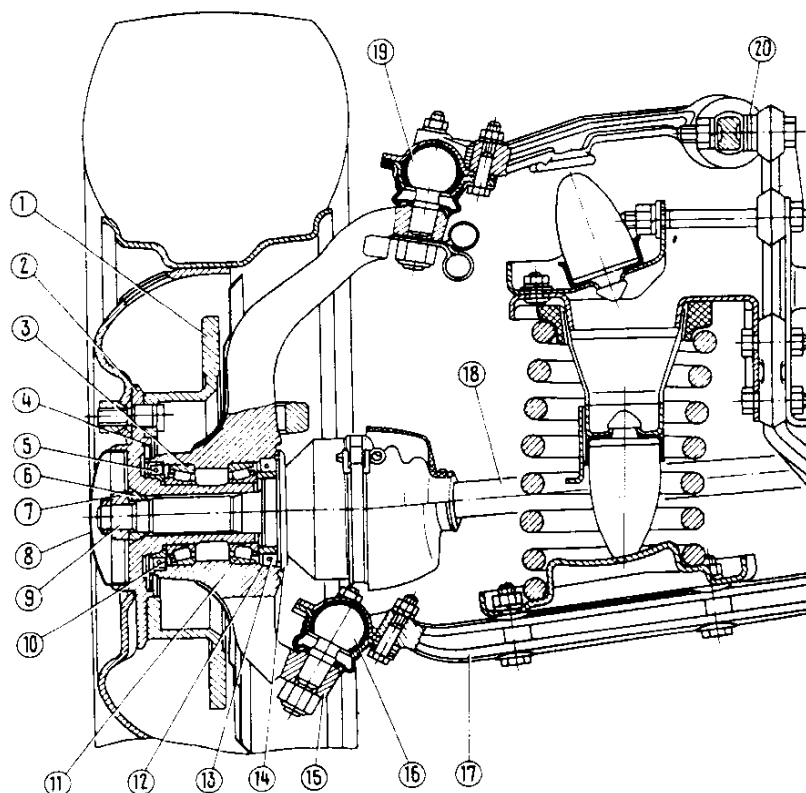

Fig. 51. Ruota anteriore:
- togliete la coppa coprимоzzo 8 (fig. 51), fissate l'indicatore sul fuso a snodo 15 in modo che la sua gamba tocchi l'estremità del mozzo 2 in prossimità al foro a cono;
La divergenza delle ruote viene registrata dal numero delle guarnizioni 20 (fig. 51) tra il braccio superiore e la traversa.